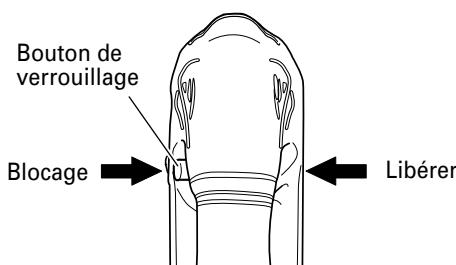

Fig. 9
### (1) Bouton de sécurité (Fig. 9)